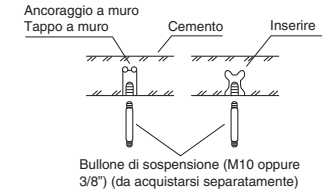

Fig. 3-3
(3) A seconda del tipo di soffitto:
- Inserire bulloni di sospensione nel modo mostrato in Fig. 3-3